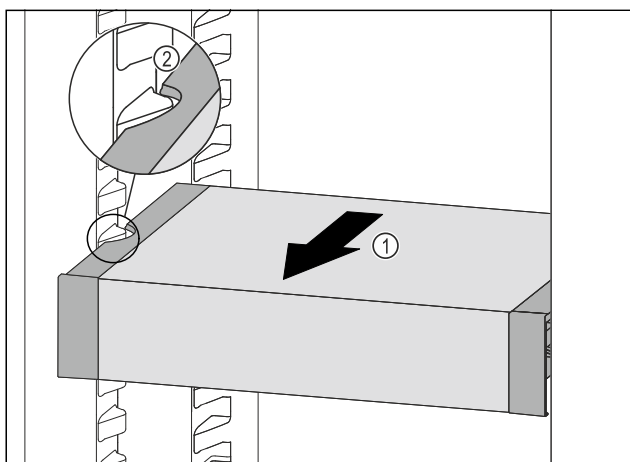

Fig. 164
- Tirer le VarioSafe vers l'avant Fig. 164 (1) jusqu'à ce que les encoches latérales du VarioSafe se trouvent au niveau de la nervure du bac dans la partie réfrigérateur. Fig. 164 (2)